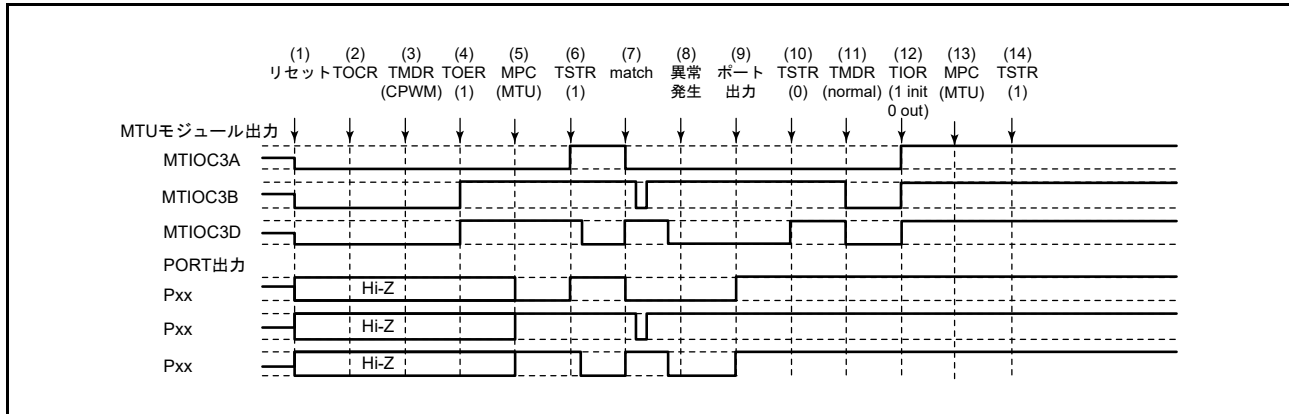

図 22.174 相補 PWM モードで異常が発生し、ノーマルモードで復帰する場合
相補 PWM モードで異常が発生し、再設定後ノーマルモードで再スタートする場合の説明図を図 22.174 に示します。
(1) ~ (10) は図 22.174 と共通です。
(11) PWM モード 1 を設定してください (MTU 出力は Low となります)。
(12) TIOR レジスタで端子を初期化してください (PWM モード 1 では MTIOCnB (MTIOCnD) 端子に波形が出力されません。出力すべきレベルがある場合は、I/O ポートのポート方向レジスタ (PDR)、ポート出力データレジスタ (PODR) で汎用出力ポートの設定をしてください)。
(13) MPC と I/O ポートのポートモードレジスタ (PMR) で MTU 出力としてください。
(14) TSTRA (TSTRB) レジスタで再スタートします。
(11) MPC と I/O ポートのポートモードレジスタ (PMR) で MTU 出力としてください。
(12) TSTRA (TSTRB) レジスタで再スタートします。
(13) コンペアマッチの発生により相補 PWM 波形を出力します。
(11) ノーマルモードを設定し新しい設定値を設定してください（MTU 出力は Low となります）。
(12) TOERA (TOERB) レジスタで MTU3、MTU4 (MTU6, MTU7) の出力を禁止してください。
(13) TOCR1A、TOCR2A (TOCR1B, TOCR2B) レジスタで相補 PWM モードの出力レベルと周期出力の許可 / 禁止を選択してください。
(14) 相補 PWM を設定します。
(15) TOERA (TOERB) レジスタで MTU3、MTU4 (MTU6, MTU7) の出力を許可してください。
(16) MPC と I/O ポートのポートモードレジスタ (PMR) で MTU 出力としてください。
(17) TSTRA (TSTRB) レジスタで再スタートします。
(11) ノーマルモードを設定してください (MTU 出力は Low となります)。
(13) TOCR1A、TOCR2A (TOCR1B, TOCR2B) レジスタでリセット同期 PWM モードの出力レベルと周期出力の許可 / 禁止を選択してください。
(14) リセット同期 PWM を設定します。